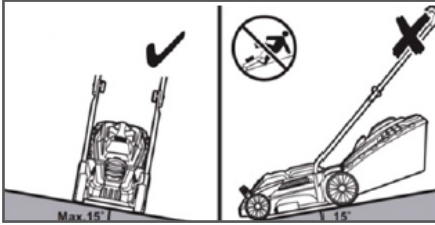

Рис. 13 Положение газонокосилки при скашивании на склонах
9. Запрещается работать газонокосилкой, если угол склона превышает 15° (Рис. 13). Двигайтесь поперек склона.